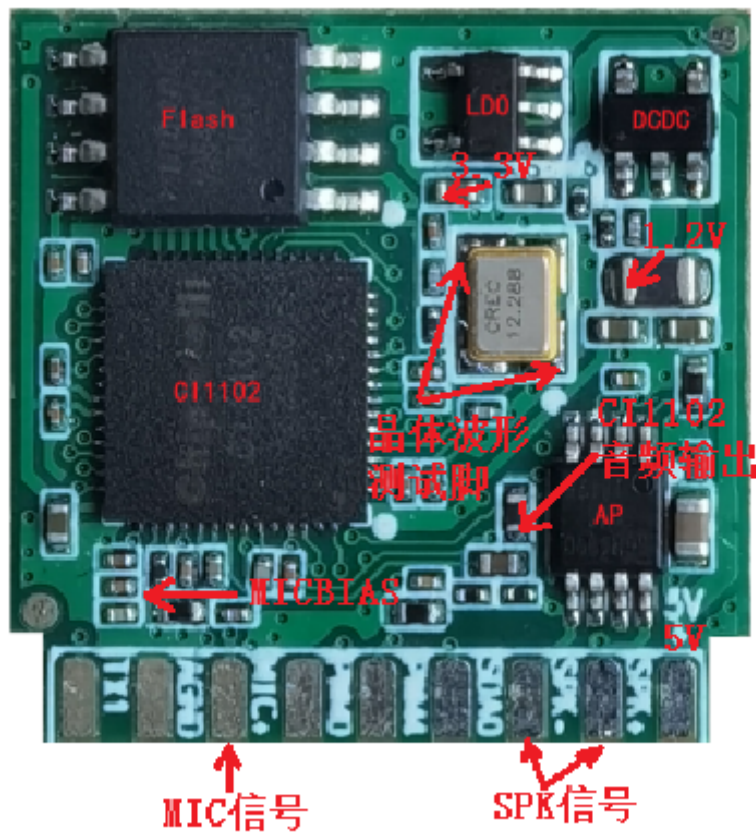

图15 模块检测测量点分布图
- b. 确认喇叭正确接好，供电正常；采用示波器测量主芯片的语音输出测试点。无输出需检查请固件是否正确，有输出需检查模块上的功放器件是否焊接出现异常，功放是否有喇叭信号输出，如果功放有异常可更换后再测量，测量点如图15所示。如上述检查均无问题，请联系我司技术支持人员获取帮助。
- c. 使用万用表测量主芯片对应的MICBIAS管脚是否为2.8V左右电压，使用示波器测量麦克风输入管脚是否有输入语音波形（示波器每格电压调整为100mv档位），若信号正常需考虑固件是否正确，若信号异常需观察板子硬件是否有物理损伤，测量点如图15所示。如上述检查均无问题，请联系我司技术支持人员获取帮助。